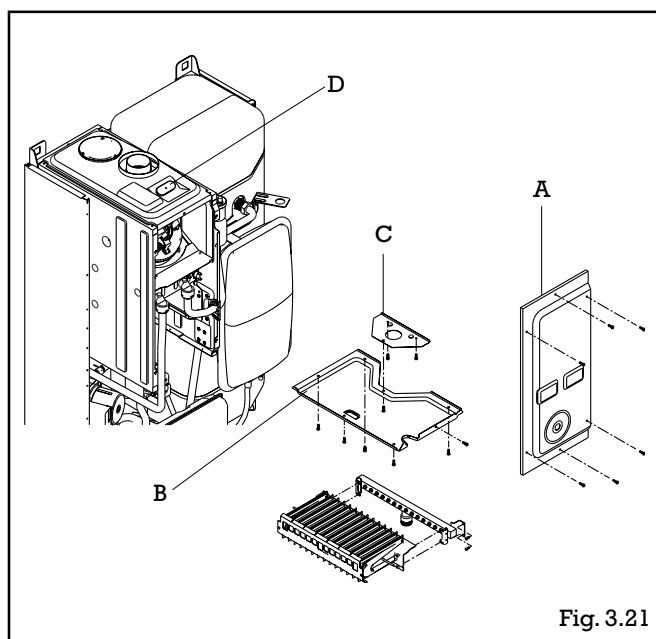

Fig. 3.21
- Déposer l'habillage (se référer au § 3.4) et la face avant de la chambre de combustion (A, fig. 3.21)
- Déposer le dessous du caisson étanche (B, fig. 3.21) et la plaque (C)
- déposer la face avant (**A**, fig. 3.21)(6 vis)
- déposer le dessous du caisson étanche (**B**, fig. 3.21) (6 vis) et la plaque (**C**)